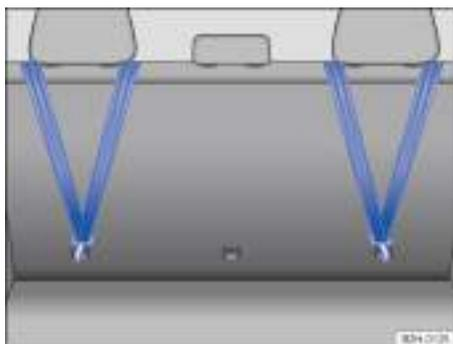

Fig. 44 En la parte posterior del respaldo del asiento trasero: cinturón de fijación superior enganchado.
- Enganche el cinturón de fijación superior en la argolla de sujeción correspondiente → fig. 44.